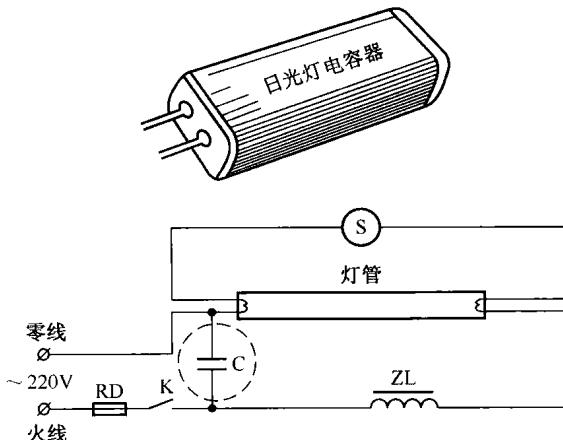

图 1-6 日光灯电容器
- ④ 日光灯电容器。日光灯电容器是用来补偿日光灯镇流器所需要的无功功率的。因为日光灯镇流器是电感元件，所以需加电容器进行补偿。电容器的外形与接线如图 1-6 所示。